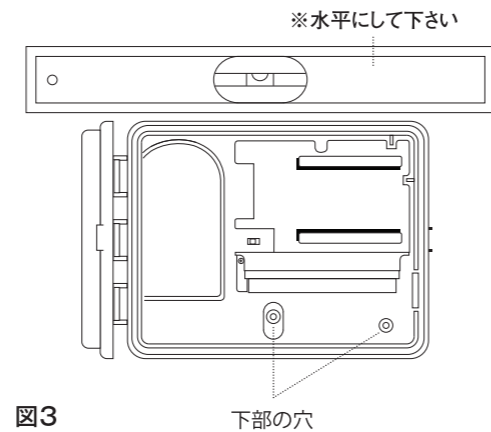

図3
- ・タイマーのカバー、スイングドア操作パネルを開け、下部に2つあるタイマー固定用のネジ取り付け箇所的一方もしくは両方にネジをねじ込み、タイマーを固定する(図3)。